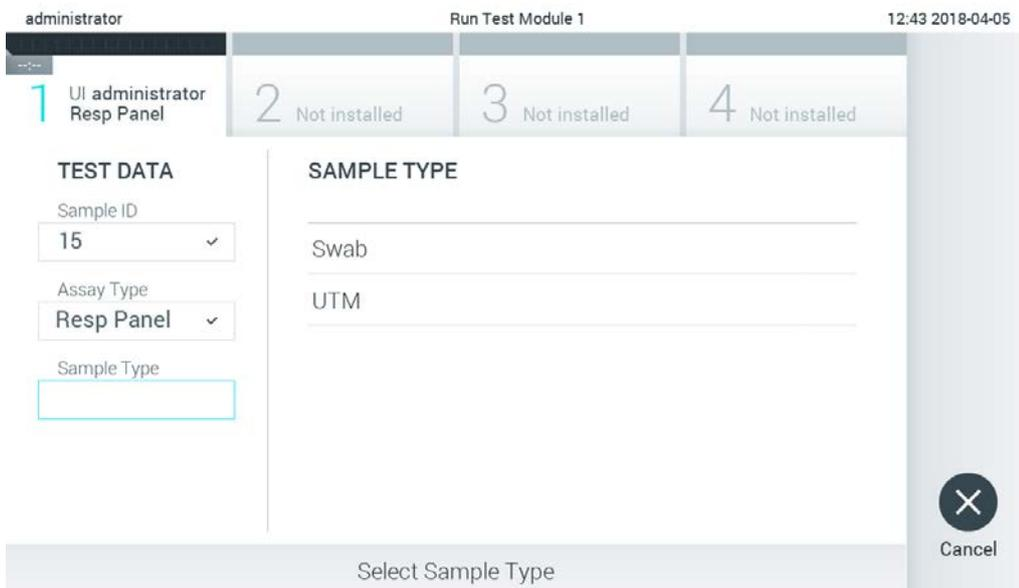

Figure 84. Sélection du type d'échantillon.
5. Le champ Assay Type (Type de dosage) sera automatiquement saisi et, si nécessaire, un Sample Type (Type d'échantillon) approprié doit être sélectionné manuellement dans la liste (Figure 84).